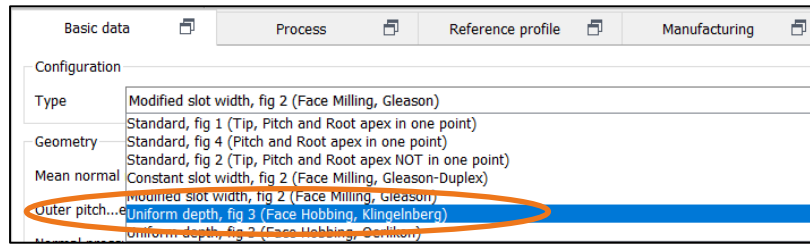

Figure 28. Selecting «Uniform depth» type for the palloid procedure
1. In «**Basic data**»→ «**Type**», select the «**Uniform depth, fig 3 (Klingelnberg)**» type (see Figure 28).